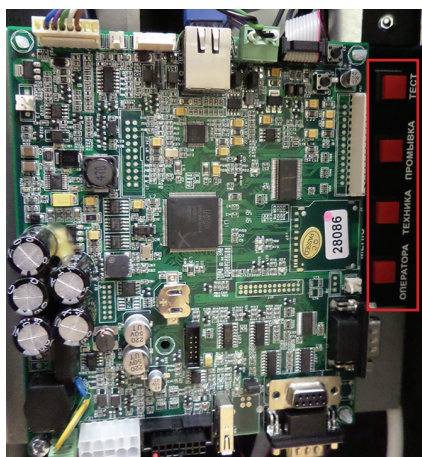

Рисунок 36
- Войдите в меню техника, нажав на кнопку **Техника** на клавиатуре сервисных кнопок, которая расположена на кронштейне платы управления модуля ROSSO (см.рис.36);